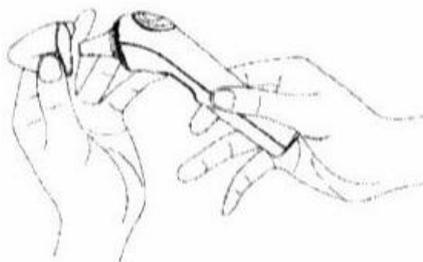

Figure 6.18
2. Appuyez légèrement sur les côtés du couvercle en plastique pour le retirer. Evitez de tirer fort (voir la figure 6.18)